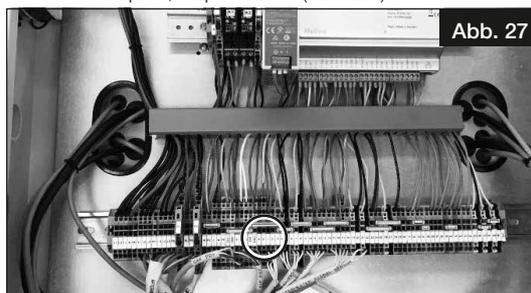

Abb. 27
3. Leitung des Bedienelements mit den markierten Anschlusspunkten im Klemmenkasten anschließen, s. Anschlussplan, Kapitel 2.3.6 (Abb. 27).